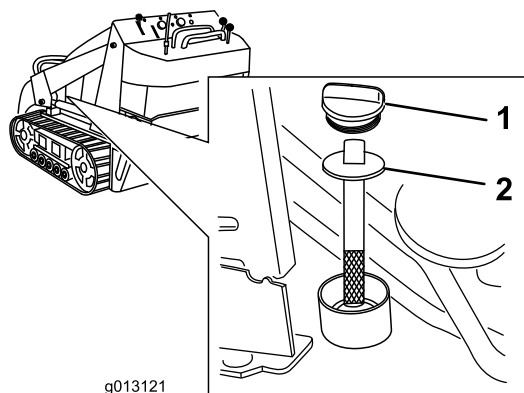

Figure 60
5. Enlevez le bouchon et la jauge du réservoir hydraulique (Figure 60).